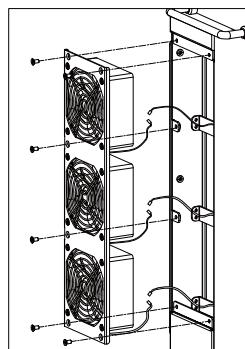

图 7.1-1
- 小心拆卸风扇网及风扇（由于三个风扇内部电路依旧连接，请勿拉出单个风扇）如图7.1.1所示；